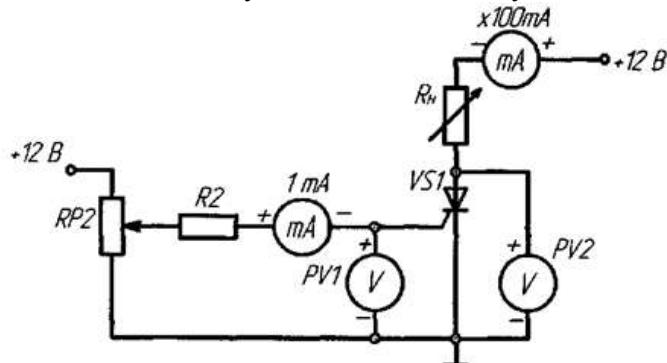

Рис.2
1) Собрать схему для исследования тиристора на постоянном токе в соответствии с рис. 2. Регулятор  $R_H$  перевести в положение «0», соответствующее минимальному значению сопротивления.